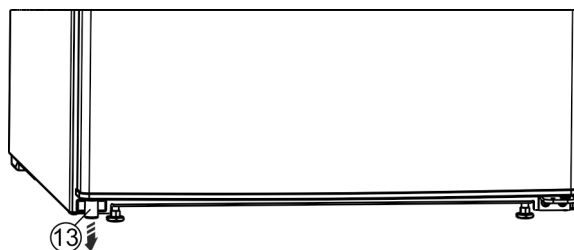

Fig. 14 *
- Ta ut distansdelen Fig. 14 (13) nere till vänster på dörren.*